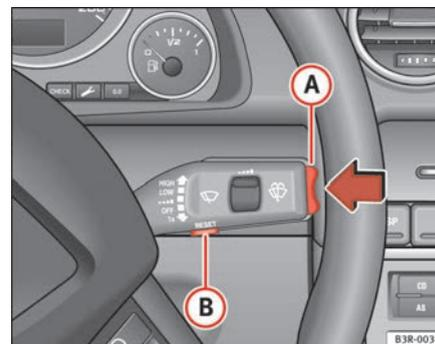

Fig. 57 Alavanca do limpa pára-brisas: Interruptor-selector de funções
- Pressione o comutador-selector de funções na alavanca do limpador-pára-brisas **(A)** ⇒ página 85, fig. 57, na parte superior ou inferior, para modificar o valor programado. Os aumentos ou diminuições da velocidade poderão memorizar-se em intervalos de 10 km/h.
- Pressione a tecla Reset colocada na alavanca do limpador-pára-brisas **(B)** ⇒ página 85, fig. 57 até que apareça riscado o símbolo de aviso do limite do aviso 2.